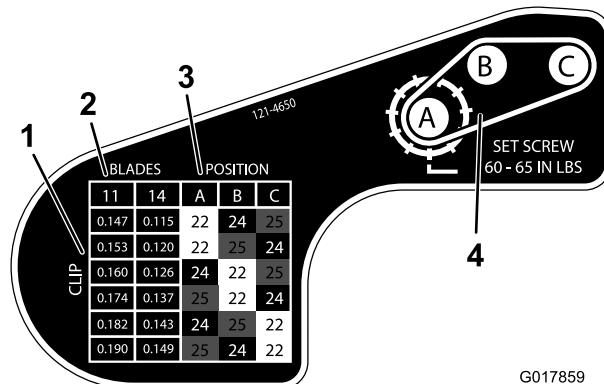

Figura 17
6. Servendovi della tabella sull'adesivo illustrato in Figura 17, determinate l'impostazione di taglio desiderata e quali pulegge dovete spostare.
9. Montate ciascuna puleggia secondo la configurazione indicata sull'adesivo (Figura 17).